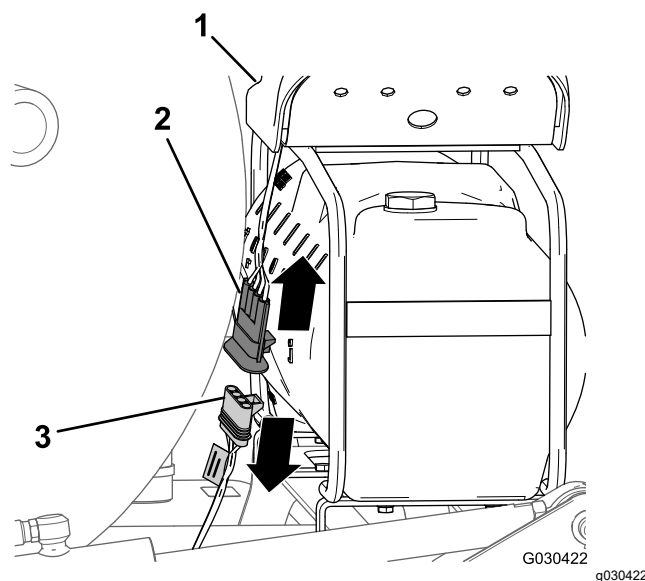

Рисунок 4
1. В задней части бака пенного маркера найдите жгут проводов на компрессоре (Рисунок 4).
2. Отсоедините 4-штыревой разъем жгута проводов компрессора от 4-гнездового разъема заднего жгута проводов машины (Рисунок 4).